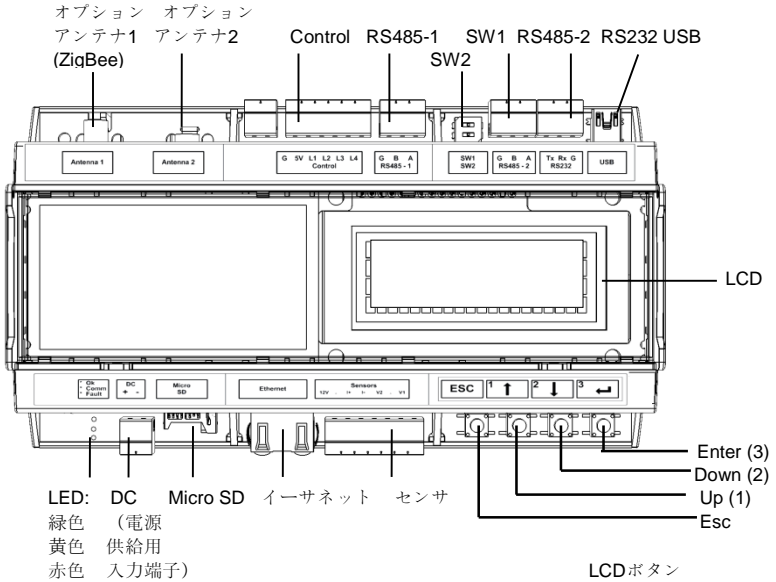

図 3: コントロールコミュニケーションゲートウェイのインタフェース
LCD メニューを利用するには、4 つのボタンを使用します。(図 3 を参照してください。)
- 1 電源装置の DC コネクタをソーラーエッジゲートウェイに接続します。（図 3 を参照してください。）
- 2 電源装置を交流系統に接続します。電源が接続されると、LED が一瞬点灯します。（図 3 を参照してください。）